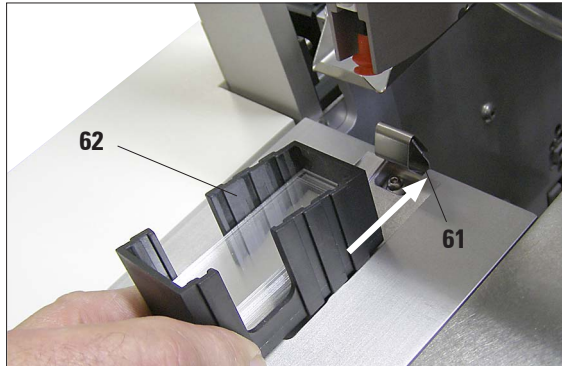

Fig. 25
- Selezionare un caricatore (62) per il tipo di vetrino coprioggetto desiderato (larghezza 22 o 24 mm) ed inserirlo nell'apposita scanalatura fino all'arresto anteriore (molla a balestra) (61) (Fig. 25).